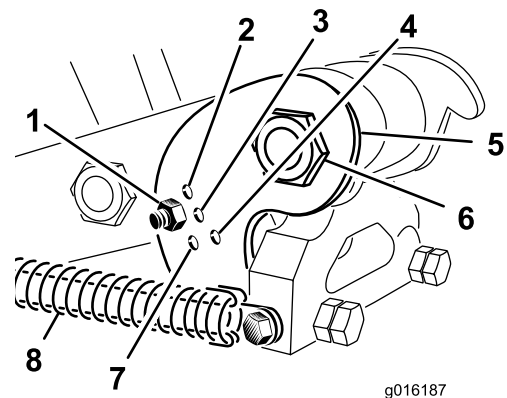

Bild 37
4. Entfernen Sie die Mutter und Schraube in den Einstellöchern der Neigungshalterung (Bild 37).
5. Drehen Sie die Neigungshalterung, bis sie mit dem gewünschten Loch im Arm ausgefluchtet ist und setzen Sie die Schraube und Mutter ein (Bild 37).
Stellen Sie die Neigungshalterung (Bild 37), abhängig von der Länge der verwendeten Tines, auf die richtige Stellung ein. Sie stellen den Kopfanschlag auf eine von fünf festgelegten Stellungen ein, indem Sie das Loch wählen, durch das die Einstellstange geschraubt ist. Diese Löcher sind nur Voreinstellungen; beispielsweise können Sie ein gleichmäßigeres Finish erhalten (abhängig von der Anwendung) wenn Sie eine 25,4 cm lange Tine in der 30,5-cm-Stellung verwenden.
3. Lösen Sie die Federspannung zum Tines-Kopf (Bild 37).